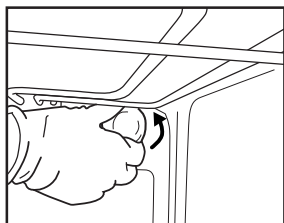
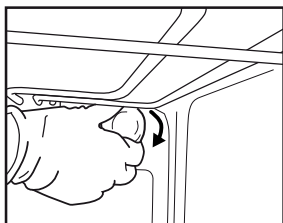

Fig. 6
Fig. 7
2. Deșurubați capacul becului (Fig. 6), înlocuiți becul (vezi nota pentru tipul becului) și înșurubați la loc capacul becului (Fig. 7).